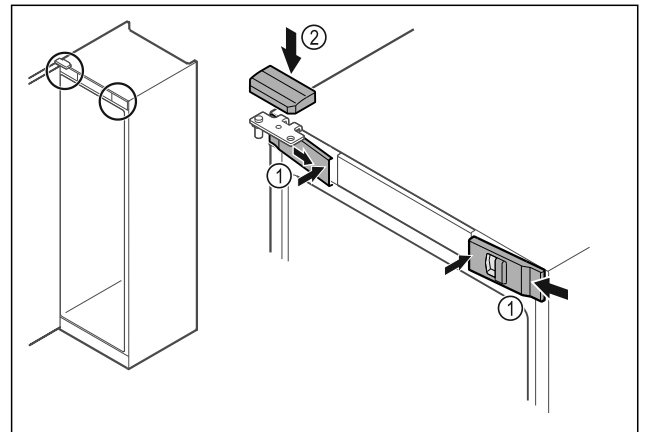

Fig. 42
- Αναρτήστε τα μπροστινά καλύμματα Fig. 42 (1) στο πλάι και κουμπώστε τα εσωτερικά.
- Κουμπώστε το επάνω κάλυμμα Fig. 42 (2) από πάνω.